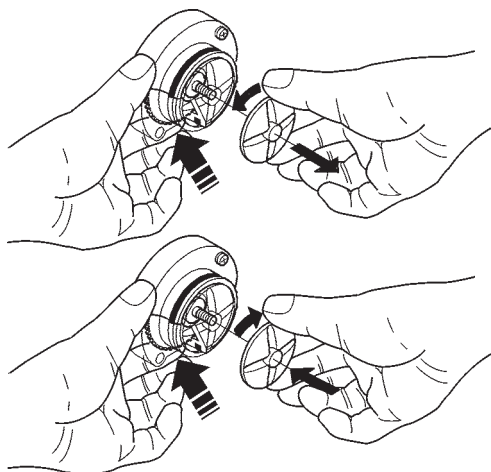

Fig. 10
- pour dévisser les rotors il suffit de bloquer avec un doigt le disque monté sur l'arbre du mixer (voir fig. 10).